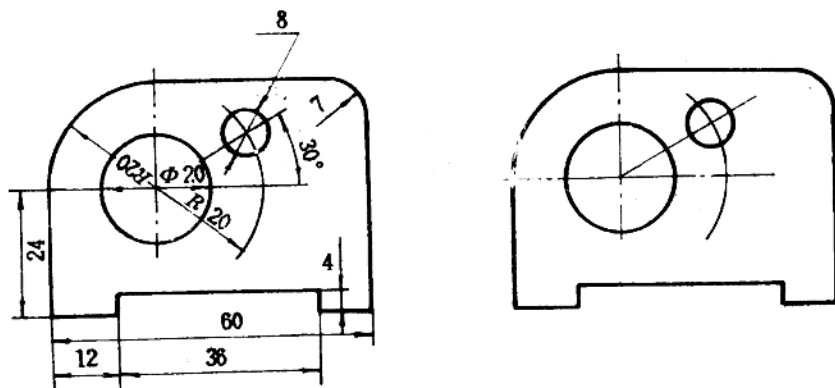

图 1-2
1. 指出图1-2所示图形中尺寸标注的错误,并在右图中给予改正。